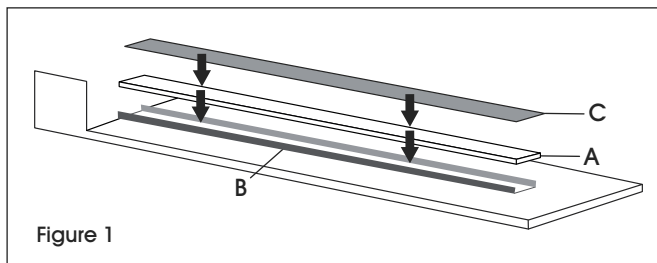

Figure 1
2. Placez le nouveau tampon en caoutchouc de silicone (A) à l'intérieur de la rainure en métal (B). (Voir Figure 1)
4. Posez le ruban adhésif en Téflon brun foncé de 10 mil (C) sur le tampon en caoutchouc de silicone (A). (Voir Figure 1)